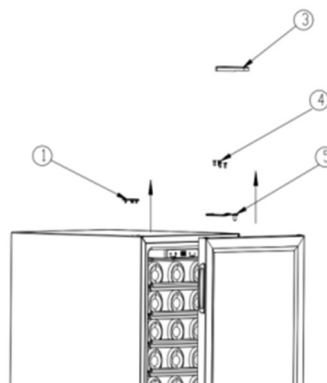

Fig.1
1. Retirer le couvercle de charnière ③ de la porte supérieure droite à l'aide d'un tournevis plat.
2. Retirer les quatre vis ④ fixées sur la charnière supérieure à l'aide d'un tournevis cruciforme, et retirer la charnière ⑤.
3. Retirer le cache décoratif de la charnière supérieure gauche de la porte ① à l'aide d'un tournevis (comme indiqué dans la figure 1).